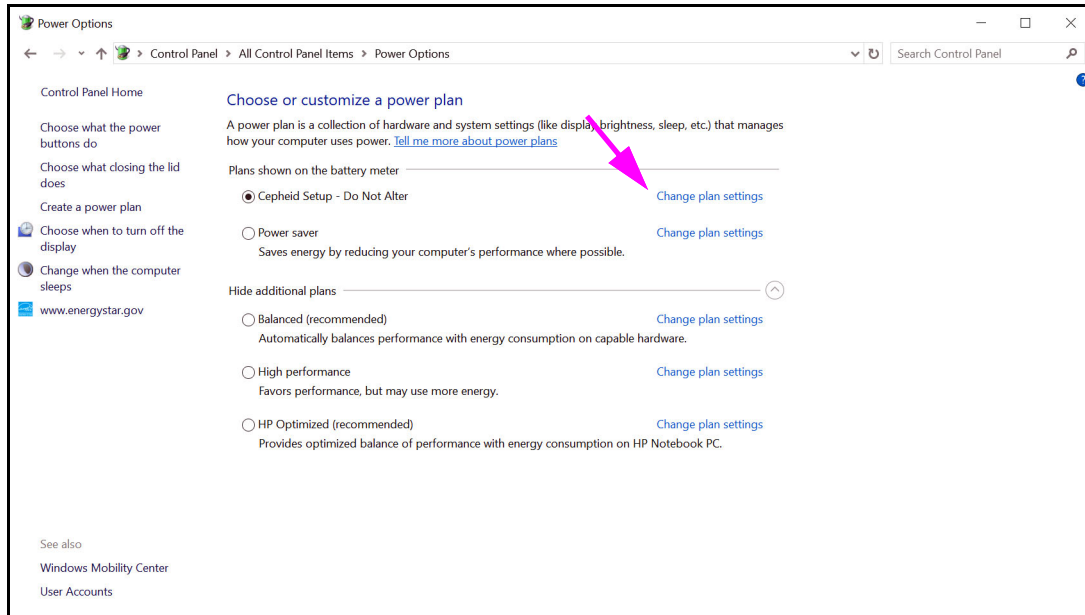
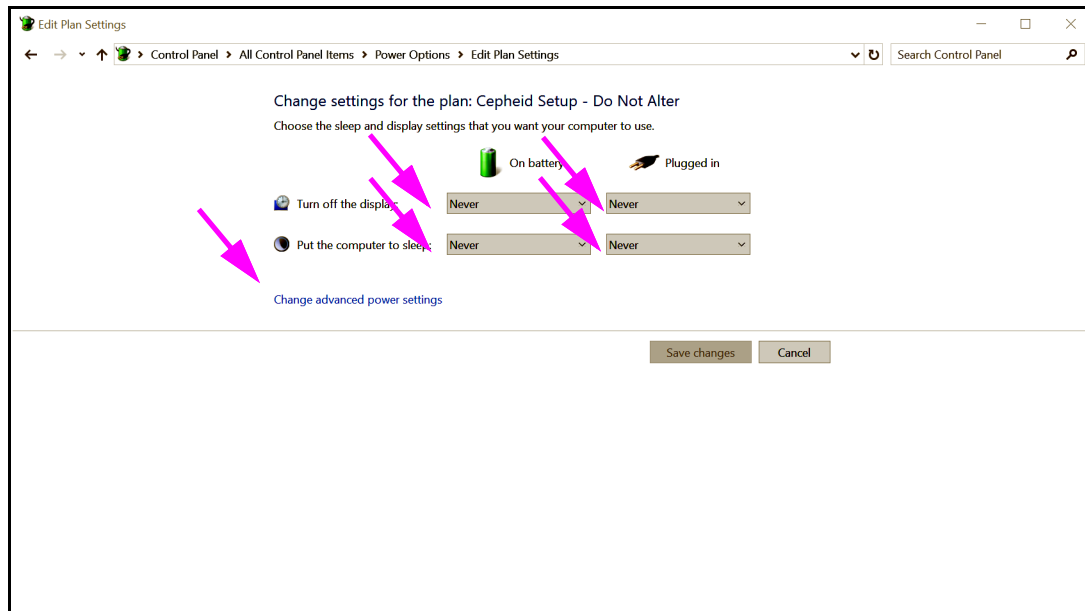
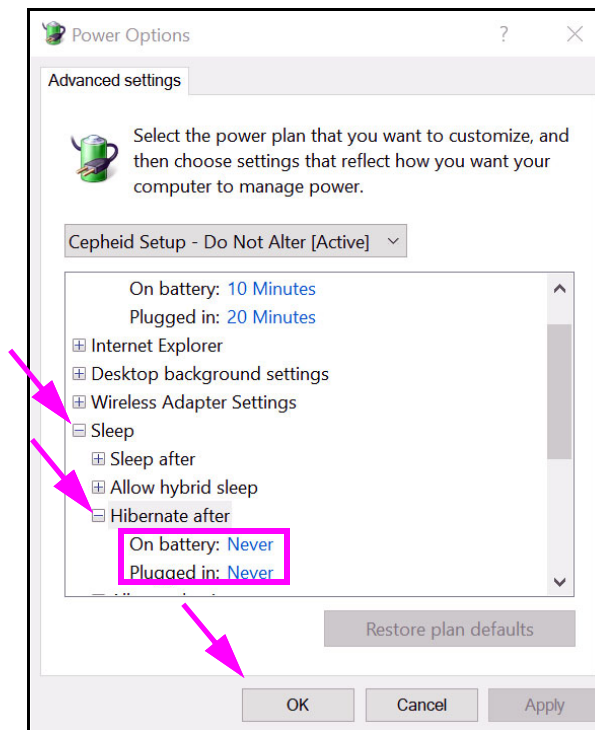
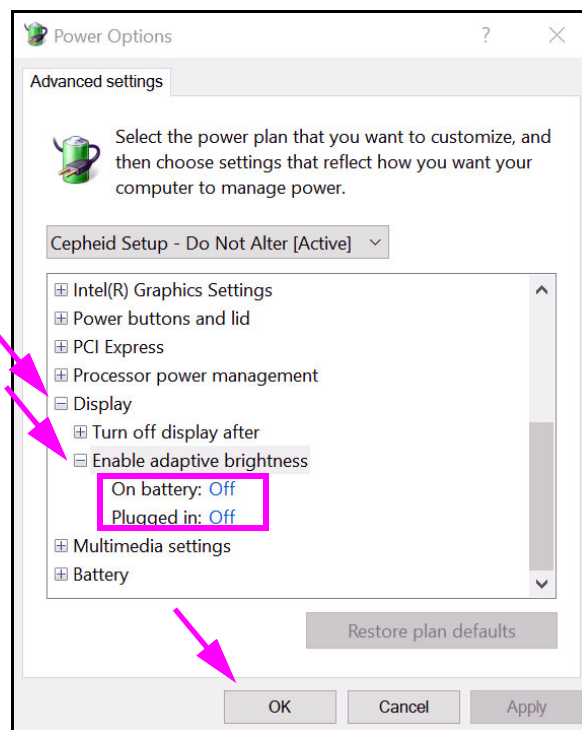

Figura 2-25. Ventana Power Options (Opciones de energía)
Figura 2-26. Ventana Edit Plan Settings (Editar la configuración del plan)
Figura 2-27. Ventana Power Options—Advanced settings (Opciones de energía: Configuración avanzada) (Sleep [Suspender])
Figura 2-28. Ventana Power Options—Advanced settings (Opciones de energía: Configuración avanzada) (Display [Pantalla])
3. En el apartado **Cepheid Setup—Do Not Alter (Configuración de Cepheid—No modificar)**, haga clic en **Change plan settings (Cambiar la configuración del plan)**. Consulte la figura 2-25. Aparece la ventana Edit Plan Settings (Editar la configuración del plan). Consulte la figura 2-26.
4. Asegúrese de que las opciones **Turn off the display (Apagar la pantalla)** y **Put the computer to sleep (Poner al equipo en estado de suspensión)** estén ajustadas a **Never (Nunca)** en las opciones **On battery (Con batería)** y **Plugged in (Con corriente alterna)**. Asimismo, asegúrese de que el control deslizante de la opción **Adjust plan brightness (Ajustar brillo del plan)** esté ajustada en el nivel de máximo brillo. Consulte la figura 2-26.
5. Haga clic en **Change advanced power settings (Cambiar la configuración avanzada de energía)** (consulte la figura 2-26). Aparece la ventana Power Options—Advanced settings (Opciones de energía: Configuración avanzada). Consulte la figura 2-27.
6. En la ventana Power Options—Advanced settings (Opciones de energía: Configuración avanzada), haga doble clic en **Sleep (Suspender)** para expandir la vista, y luego haga doble clic en **Hibernate after (Hibernar tras)**. Consulte la figura 2-27.
- A. **Ordenadores de escritorio:** Verifique que el valor de esta **Setting (Configuración)** esté ajustado a cero (0) o a **Never (Nunca)**. En caso contrario, cambie el valor de esta **Setting (Configuración)** a cero (0) o a **Nunca (Never)**.
- B. **Portátiles solamente:** Verifique que los valores **On battery (Con batería)** y **Plugged in (Con corriente alterna)** estén ajustados a **Never (Nunca)**. En caso contrario, haga clic en **On battery (Con batería)** y/o **Plugged in (Con corriente alterna)**, y luego utilice las teclas de flecha arriba/abajo para establecer los valores a cero (0) en la opción seleccionable.
7. En la ventana Power Options - Advanced settings (Opciones de energía: Configuración avanzada), haga doble clic en **Display (Pantalla)** para expandir la vista, y luego haga doble clic en **Enable adaptive brightness (Activar brillo adaptivo)**. Consulte la figura 2-28.
11. **Portátiles solamente:** Haga clic en **Cancel (Cancelar)** para cerrar la ventana Edit Plan Settings (Editar la configuración del plan). Aparece la ventana Power Options (Opciones de energía) (consulte la figura 2-25).